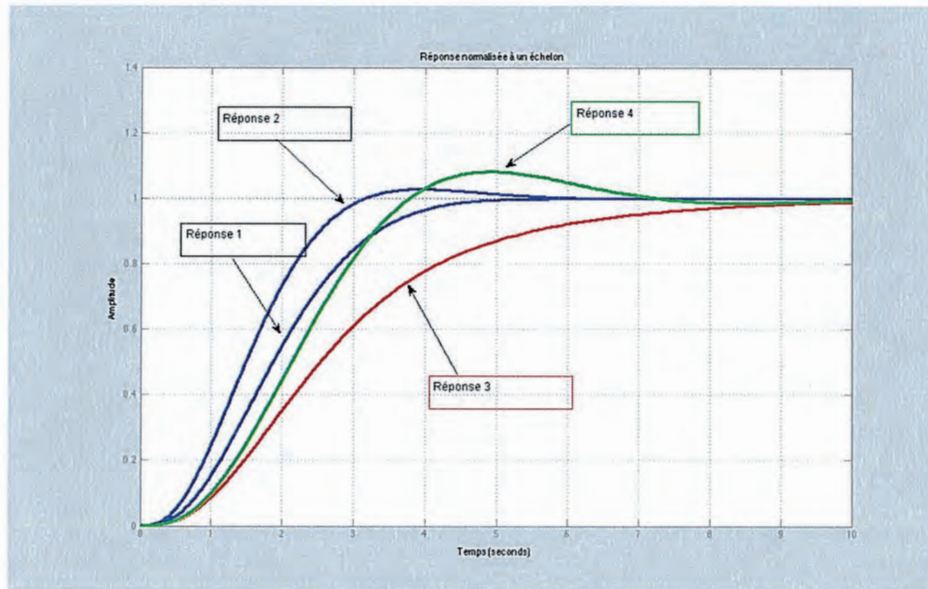

Figure 18 : réponse normalisée pour différents placements de pôles
**Question 40** : choisir à l'aide des différentes simulations proposées sur la figure 18 les pôles correspondants à la réponse la plus satisfaisante. Par ailleurs, on souhaite que le temps de réponse à un échelon soit de l'ordre de 0,1s. En déduire les valeurs de  $K_1$ ,  $K_2$  et  $K_3$ .